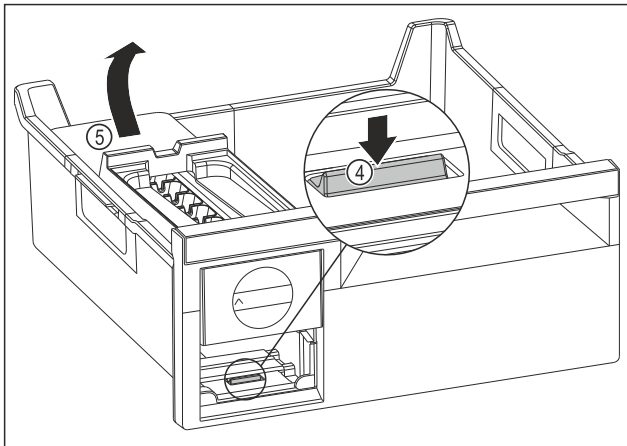

Fig. 131
- EasyTwist-Ice gövdesini çıkarın: Kulağı Fig. 131 (4) parmağınızla aşağı bastırın ve aynı anda diğer elinizle EasyTwist-Ice gövdesini Fig. 131 (5) arkadan kaldırın.